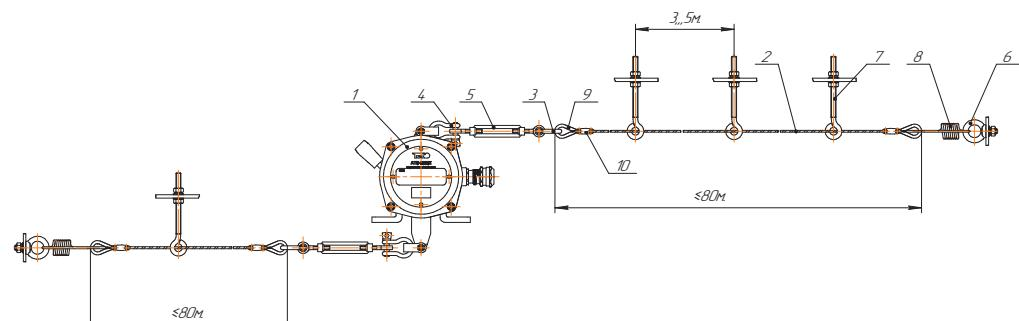

Рис.4
7.2. Выключатели ATB-0806K (поз.1) (см. Рис.4) установить на ставе конвейера. Рекомендуемые расстояния между промежуточными опорами (поз.6) и длина троса указаны на схеме.